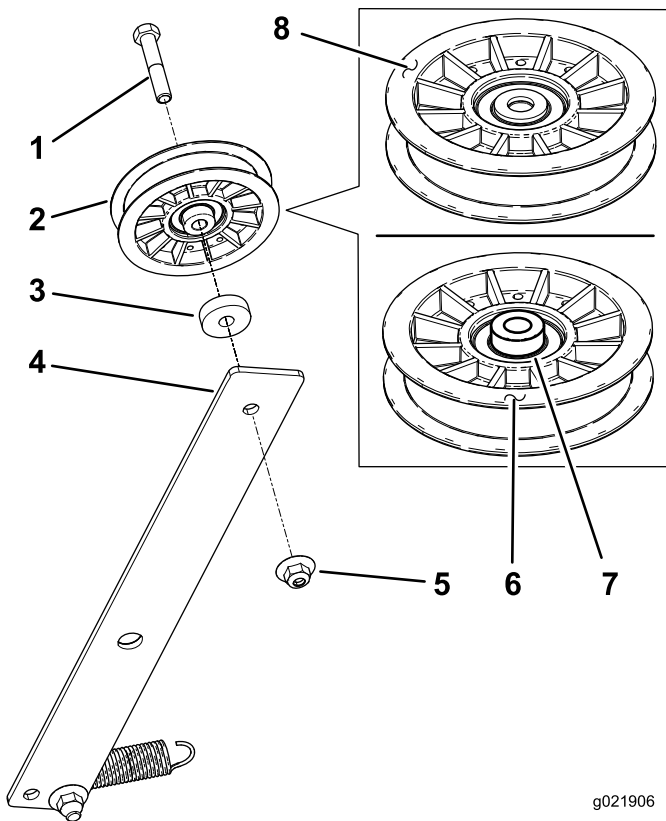

Figura 9
3. Si es necesario sustituir la polea, retire la polea del brazo tensor (Figura 9). Observe cómo está instalada.
4. Instale la polea nueva del brazo tensor con una tuerca con arandela prensada nueva (3/8 pulgada), según se muestra en Figura 9.
Nota: Asegúrese de que el casquillo se instala junto al brazo tensor (Figura 9).